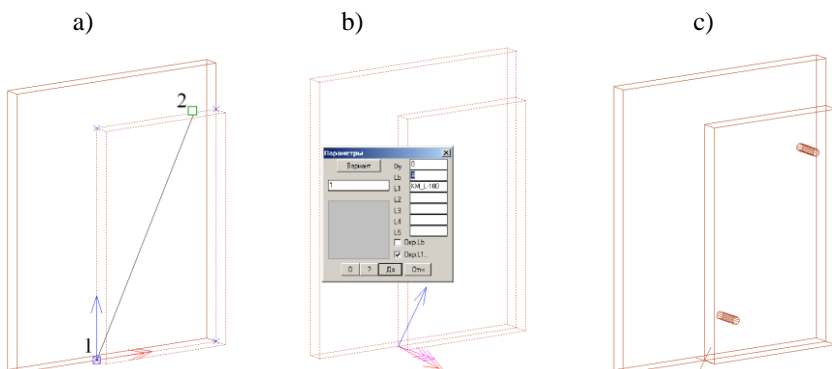

Рис. 3.69 Установка крепежа “Плоскость к плоскости”
Опция **“Точка”**– задает направление для установки группы крепежа указанием одной либо двух точек, см. рис. 3.69, стр. 113.
Базовая точка: Указать на одном из скрепляемых объектов первую точку, см. рис. 3.69 а), указание “1”
*перезадать базовую Точку / *X / Y / Точка направления:* Задать вторую точку, см. рис. 3.69 а), указание “2”. Направление расстановки крепежа может быть задано без указания второй точки вдоль одной из осей СК объекта через опцию X или Y.
**Далее / 2-я деталь:* Подтвердить вторую деталь и ввести параметры крепежа в раскрывшемся диалоговом окне, см. рис. 3.69 б).
Результат установки крепежа приведен на рис. 3.69 с).